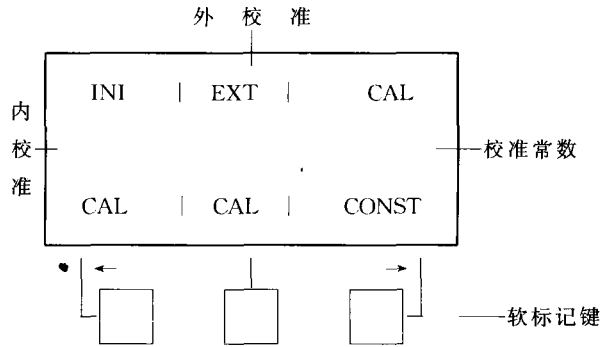

图 11
③ 它的两排六种字符表示下方三个“软标记”键，定义它们的功能。见图 11。